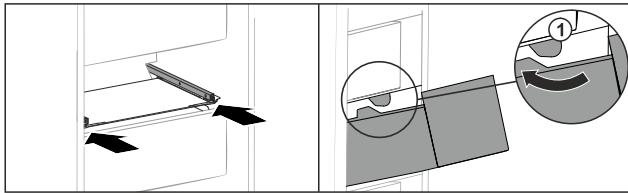

Fig. 146
- ▶ Introduzca el cajón rodeando los topes Fig. 146 (1).